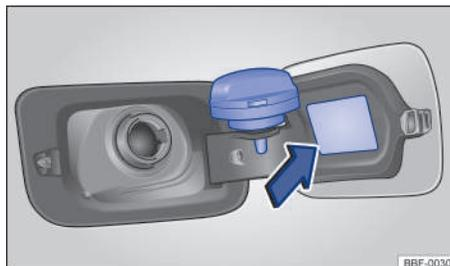

Fig. 194 Portezuela del depósito de combustible abierta con el tapón de cierre del depósito de combustible colgado.
- Retirar la tapa del depósito girándola en sentido antihorario y encajarla en el soporte de la portezuela del depósito → **fig. 194**.